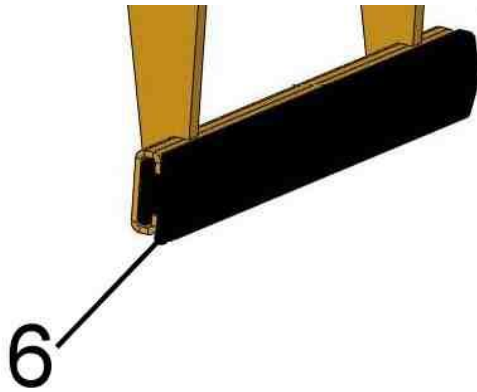
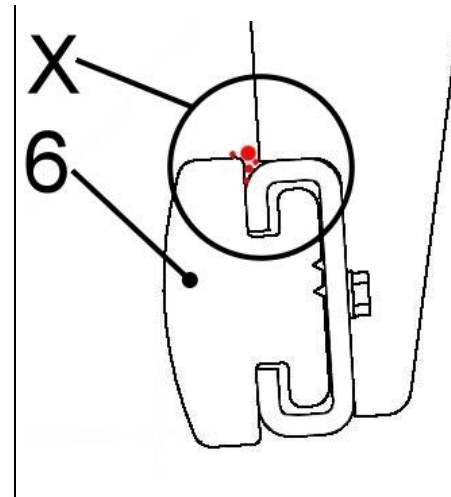

Fig. 1
Fig. 2
Inspección periódica de la suciedad (por ejemplo, pequeñas partículas de piedra) en el área superior (ver "X" en la figura 2) de los remaches de goma (6) → ver fig.1 / fig.2.